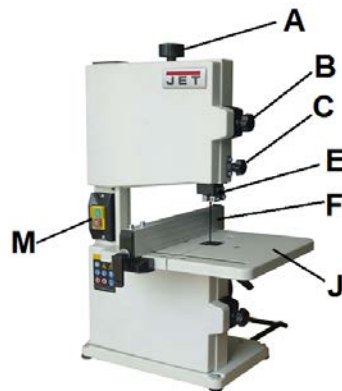
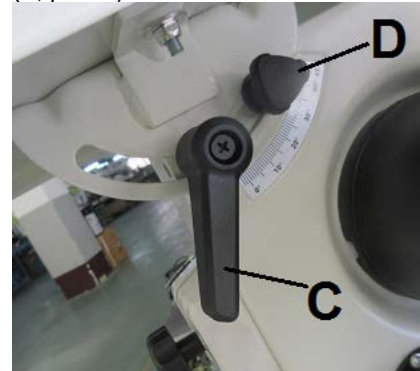

Рис. 1
Рис. 7
- Поместите рабочий стол (J, рис.1) на корпус станка сзади. Зафиксируйте рабочий стол с помощью шайбы, фиксатора (С, Рис.7) и фиксирующей ручки (D, Рис.7).
- Вставьте и затяните фиксатор (С, Рис.7)